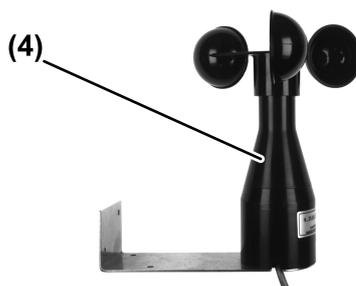

Bild 2
- Den Windsensor auf dem Dach oder an der Hauswand montieren. Er muss an einer für die Windstärkemessung günstigen Position angebracht werden. Nicht im Windschatten montieren, auf lagerichtige Montage (siehe Bild 2) achten.
- Windsensor an die Klemmen  $S_1$  und  $S_2$  (7) des Umsetzers anschließen. Dazu eine abgeschirmte Leitung verwenden. Empfehlung: JY-ST-Y 2x0,6.